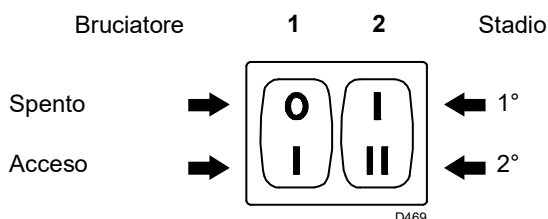
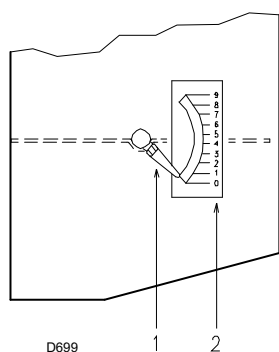
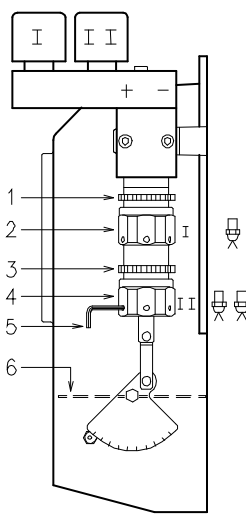

Fig. 22
Fig. 23
Fig. 24
- Avviare il bruciatore chiudendo i telecomandi e con l'interruttore 1)(Fig. 22 pag. 21) in posizione "ACCESO". La pompa deve girare nel senso della freccia riportata sul coperchio.
- Quando il gasolio fuoriesce dalla vite 3) la pompa è innescata. Fermare subito il bruciatore: interruttore 1)(Fig. 22 pag. 21) in posizione "SPENTO" ed avvitare la vite 3).
Mettere l'interruttore 1)(Fig. 22) in posizione "ACCESO".
Mantenere il bruciatore funzionante in 1° stadio mettendo l'interruttore 2)(Fig. 22) in posizione 1° stadio. L'apertura della serranda 6)(Fig. 24) va proporzionata all'ugello scelto: l'indice 1)(Fig. 23) deve trovarsi in corrispondenza della tacca 2)(Fig. 23) indicata nella Tab. E. La regolazione si ottiene ruotando l'esagono 2)(Fig. 24):
tacca 2,3 (Fig. 23) in corrispondenza con l'indice 1).
A regolazione ultimata bloccare l'esagono 2)(Fig. 24, pag. 21) con la ghiera 1).
N° = Tacca 2)(Fig. 23, pag. 21)
Mettere l'interruttore 2)(Fig. 22 pag. 21) in posizione 2° stadio e regolare la serranda 6)(Fig. 24, pag. 21) agendo sull'esagono 4)(Fig. 24, pag. 21), dopo aver allentato la ghiera 3)(Fig. 24, pag. 21).
per facilitare la regolazione degli esagoni 2) e 4)(Fig. 24, pag. 21), servirsi della chiave esagona da 3 mm 5)(Fig. 24, pag. 21).